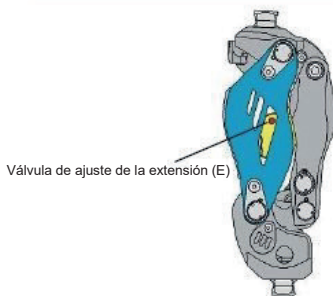
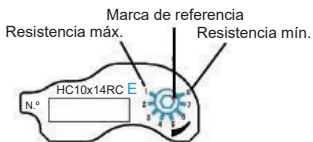

Imagen 13. Ubicación de la válvula de ajuste de la extensión
Imagen 14. Escala de la válvula de ajuste de la extensión
Si hay un impacto terminal al final de la fase de balanceo, ajuste la resistencia de extensión. Como se muestra en la Imagen 13, la válvula de ajuste de la extensión (E) está ubicada a la izquierda desde el punto de vista del usuario. Como se muestra en la Imagen 14, la escala se gradúa de «1» a «8». «1» corresponde a la máxima resistencia hidráulica y «8» corresponde a la mínima.